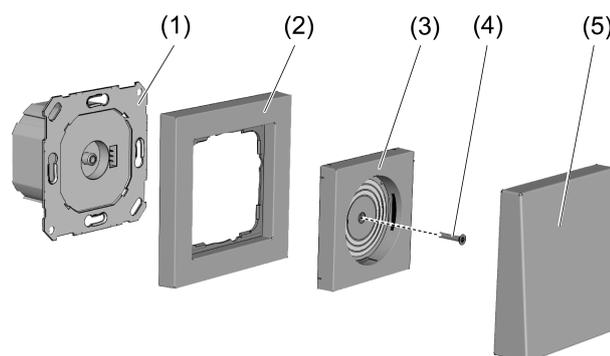

Imagen 1
- Montar el marco y la cubierta e insertar el módulo de luz (Imagen 1).